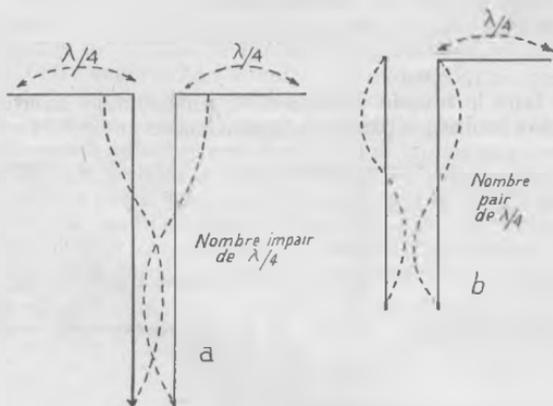

Fig. 33. — Descente par feeders accordés.
a) Chaque bras de dipole représente à peu près un quart de la longueur d'onde. La longueur du « feeder » ou descente doit être théoriquement d'une demi-onde. Donc, notre antenne n'est qu'un compromis pour la réception de toutes les stations, car nous ne pouvons en changer les dimensions à tout bout de champ (fig. 33). D'où l'intérêt du transfo qui